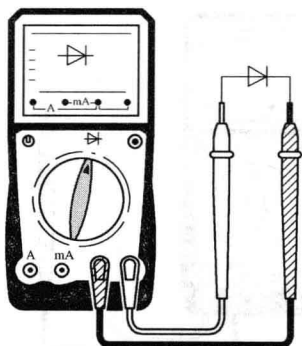

图 1-11 二极管测量
- 2) 红、黑两表笔分别接触二极管两端, 观察读数, 如图 1-11 所示。